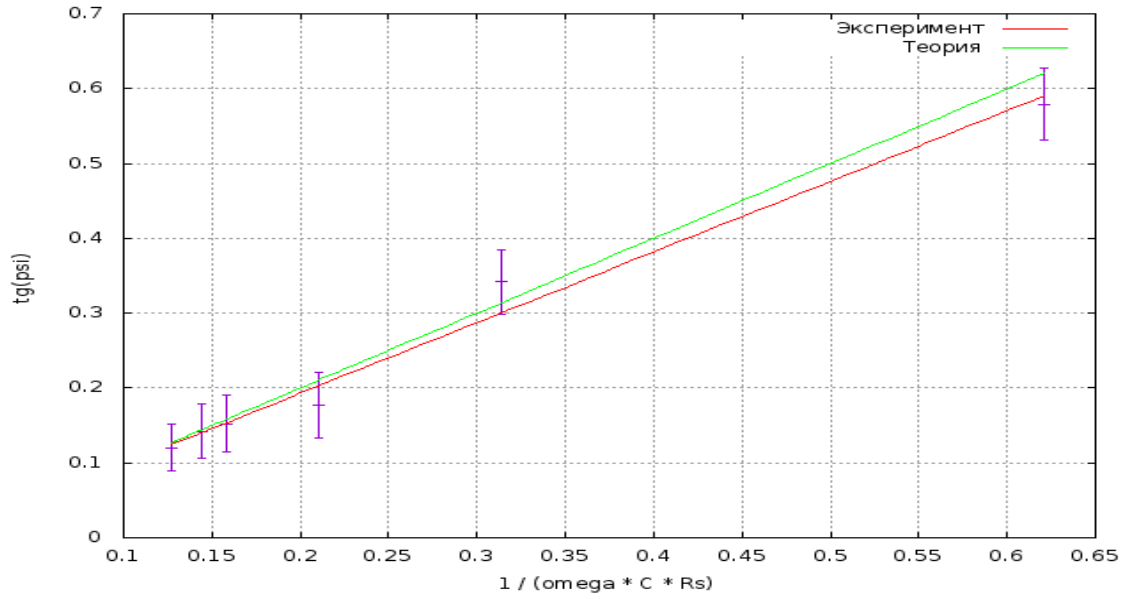

Рис. 5: График зависимости $\text{tg } \psi$ от $1/(\omega C R_s)$ для RC цепи
2. В данной экспериментальной установке $r = 12.4$ Ом, что было измерено с помощью моста Е7-8. Построим график зависимости $\operatorname{tg} \psi = f(1/(\omega C R_s))$ (рис.5), где $R_s = R + r$ — суммарное активное сопротивление цепи.